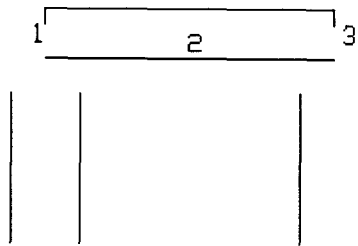

图 4-2 椅子初步轮廓
1. 绘制初步轮廓。可以通过 LINE 命令绘制, 过程从略, 结果如图 4-2 所示。
指定圆弧的起点或 [圆心(C)]: (用鼠标指定左上方竖线段端点 1, 如图 4-2 所示)